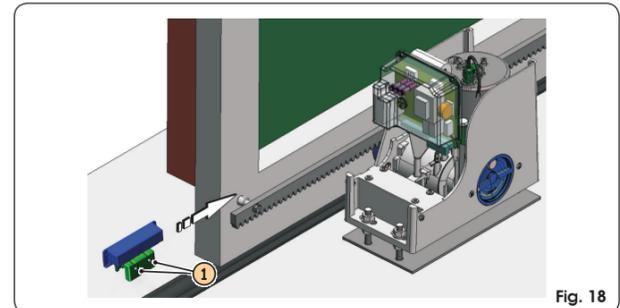

Fig. 18
- Deslice sobre la cremallera, en la dirección del motor, el imán más cercano al operador, véase figura 18. Tan pronto como el diodo correspondiente al final de carrera presente en la tarjeta se apague, haga avanzar el imán otros 10 mm y fíjelo con los tornillos (Fig. 18 ref. ①).